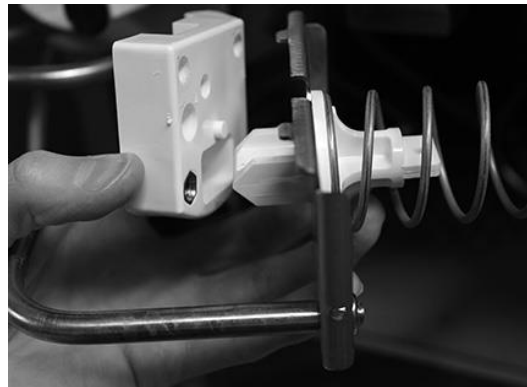

Figure 4
16. Réassemblez la totalité de l'unité de la valve : ressort, piston, poignée de distribution, corps et porte de la valve (voir figure 4).